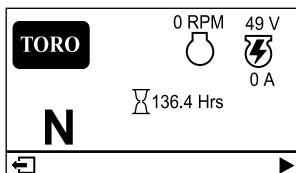

Figure 21
- **Écran d'information principal** (Figure 21) : affiche les données actuelles de la machine quand la clé est à la position CONTACT.